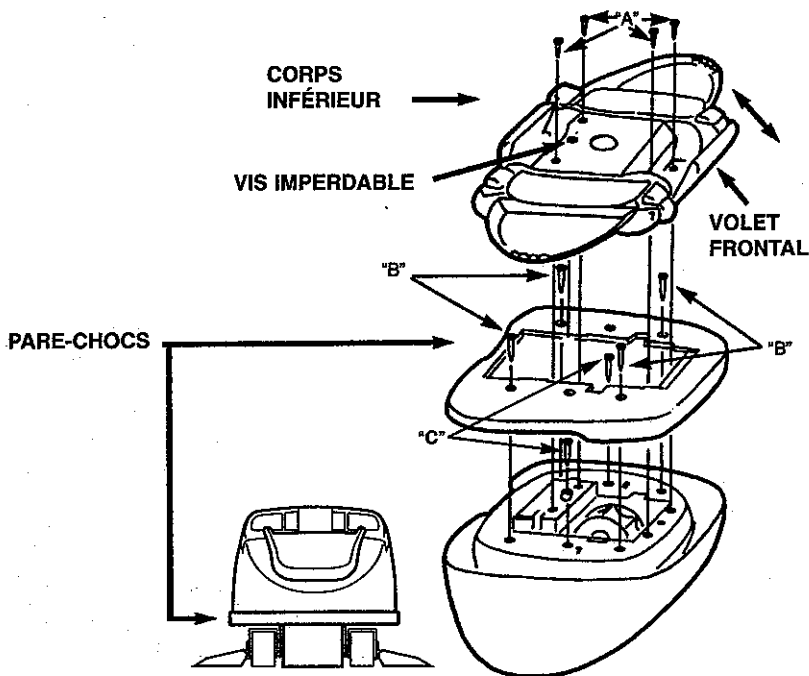

Figure 13
(voir Figures 13, 14 et 15).
- g) Enlevez quatre (4) vis 'A' (voir Figure 13).
- h) Ôtez le Corps Inférieur du Navigator en le soulevant (voir Figure 13).
- i) Enlevez quatre (4) vis 'B' (voir Figure 13).
- k) Enlevez quatre (4) vis 'C' (voir Figure 13).
5. Dévissez la vis imperdable située derrière le col, au centre de la base de l'appareil (voir Figures 13, 14 et 15).